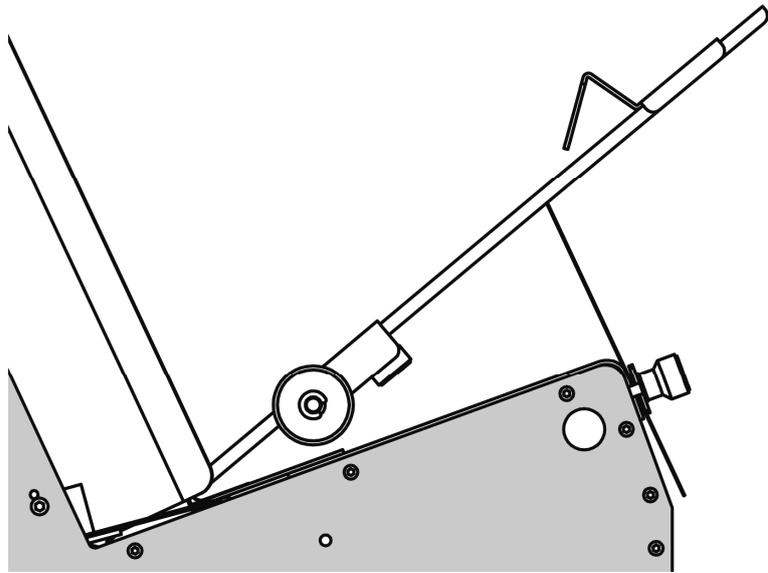

Abbildung 5: Montierte Papierzuführungsrampe
- Setzen Sie die Rampe in den Einschub der Kontaktplatte ein. Neigen Sie die Rampe, und ziehen Sie das flexible Blatt in die Lücke zwischen den kleinen Winkel des Rändelgriffs und dem Gerät selbst (siehe Abbildung 5).